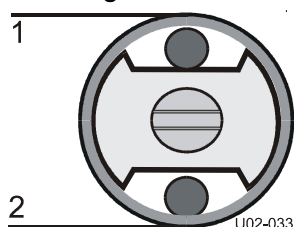

Figure 16 : Position de l'axe auto-bloquant.
2. Placer la bobine vide sur l'axe, en maintenant l'axe comme sur la Figure 16.
3. Introduire l'axe dans le cylindre central de la bobine de film, en maintenant l'axe auto-bloquant comme sur la Figure 16.
4. Remettre en place l'axe avec la bobine de film dans le sens correct sur ses suspensions (voir Figure 16).